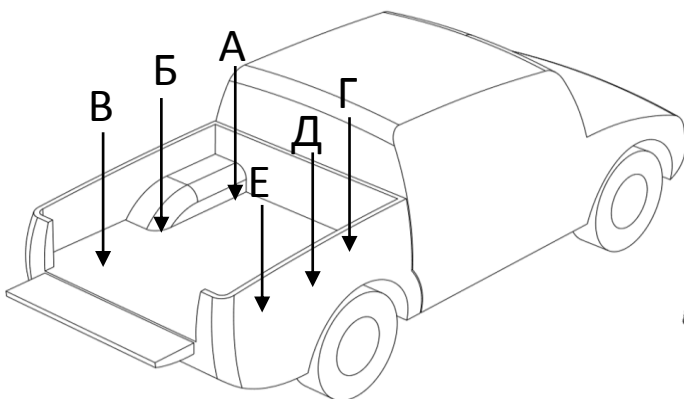

Рис.1
2. Вывернуть штатные болты А – Е из кузова автомобиля (рис.1).